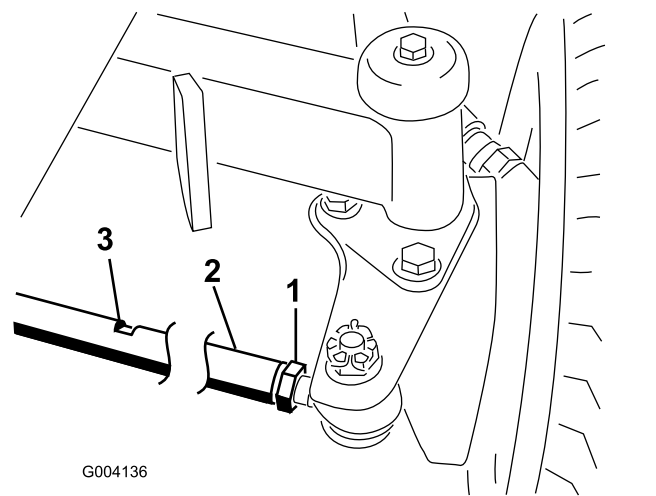

Figure 98
1. Desserrez l'écrou de blocage à chaque extrémité de la bielle (Figure 98).